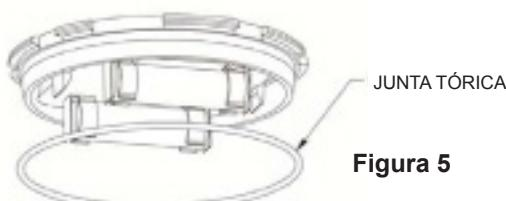

Figura 5
- Como se aprecia en la Figura 5, vuelva a instalar la junta tórica en el módulo electrónico. Alinee el receptáculo del sensor en la ubicación adecuada. Presione el módulo con suavidad hacia la cubierta del medidor.